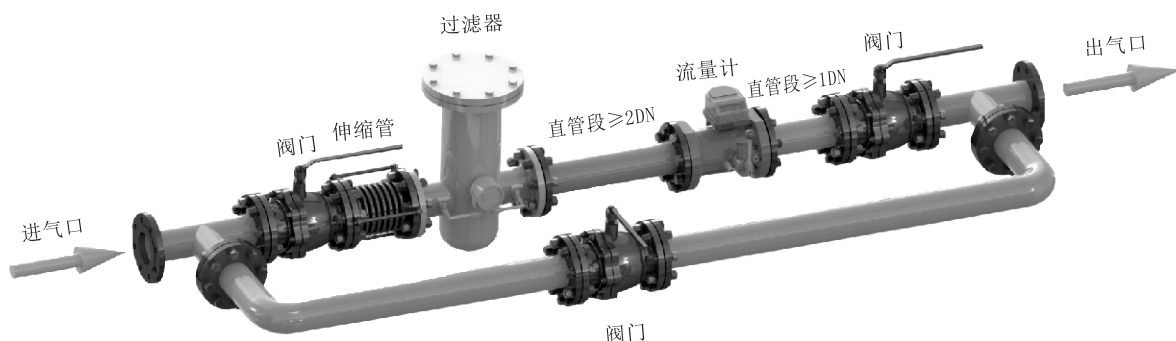

图5 旁通管道安装图
- (1)安装工作必须由具备相应管道设备安装技能的人员操作;
- (2)流量计不宜用在流量频繁变化或有强烈脉动流及压力脉动的场合;
- (3)安装于室外时,流量计上方应有遮盖物,以防雨水浸入和烈日曝晒而影响流量计的正常使用寿命;
- (4)在安装流量计之前,请务必将管道内残留的焊渣、粉尘及各种存在的杂质清理干净;
- (5)在流量计上游处($\geq 2DN$),必须安装相应规格的过滤器(本公司配套),以防止管道中过量的颗粒杂质进入流量计,影响仪表的使用寿命;
- (6)流量计适用于水平安装,流体方向与壳体标明的方向要一致,且在流量计的上、下游应分别至少保证有 $2DN$ 和 $1DN$ 的直管段长度;
- (7)安装流量计和管道时,应考虑安装伸缩管或波纹管,并根据流量计的实际尺寸,合理铺设上、下游管道,宜使管路应力引起的流量计变形为最小;
- (8) 务必确保管道与流量计入口和出口的连接同轴度对准；
- (9) 防止法兰面密封垫圈与焊缝突入到测量管道中，扰乱介质的流动剖面；
- (10) 为了不影响流体的正常输送，可按图5安装旁通管道，在正常使用时必须锁闭旁通管道阀门；
- (11) 流量计投入运行时，应缓慢开启阀门，逐渐加压，最快加压不宜超过每秒35kPa的速度，避免因涡轮旋转过速，造成仪表内部的严重损坏；
- (12) 当配接我公司EVC300智能体积修正仪时，流量计须可靠接地，但不得与强电系统共地，相应的详细安装要求请见《EVC300智能体积修正仪说明书》。